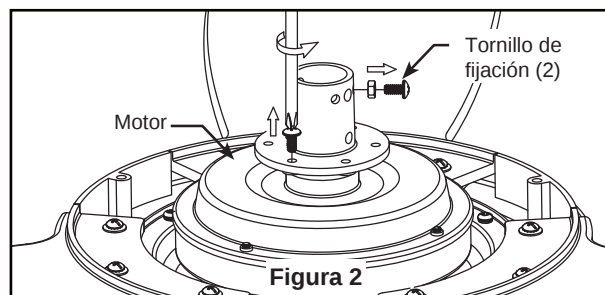

Figura 2
2. Retire los dos tornillos de fijación del soporte y las tuercas y conserve para su reinstalación en el Paso 4 de la página 28. Desmonte la carcasa de la cubierta superior extrayendo los seis tornillos ubicados en la parte superior de la unidad del motor y guárdelos para el paso 3. (Figura 2)
- ☐ 2. Retire el clip de horquilla y pasador de horquilla de la parte inferior de la bola para colgar. Retener el pasador y clip para la reinstalación en el paso 4. (Figura 2)